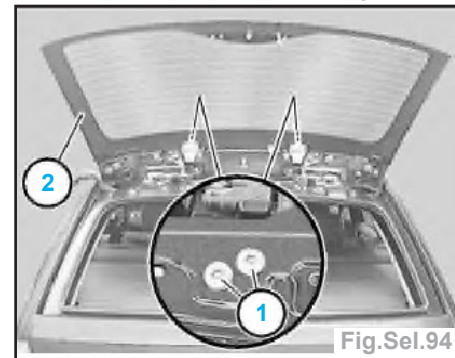

Fig.Sel.94
- Desserrer les vis (1) à G et à D (fig.Sel.94).